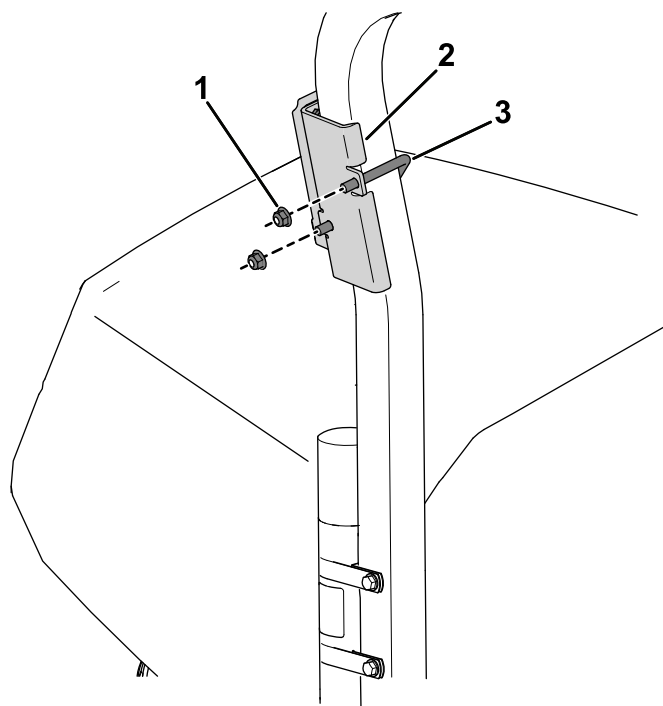

Figura 7
2. Utilice un perno en U y 2 tuercas con arandela prensada ($\frac{3}{8}$ "") para sujetar el soporte del dispositivo encima del tubo del manual de la barra antivuelco (Figura 7).